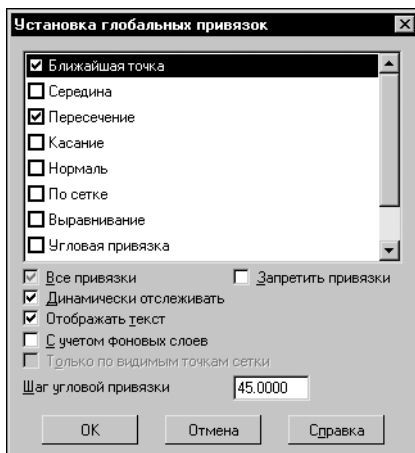

Рис. 9.30. Установка глобальных привязок
1.2. В появившемся на экране диалоге активизируйте привязки **Ближайшая точка** и **Пересечение**. Включите опцию **Отображать текст** (рис. 9.30).